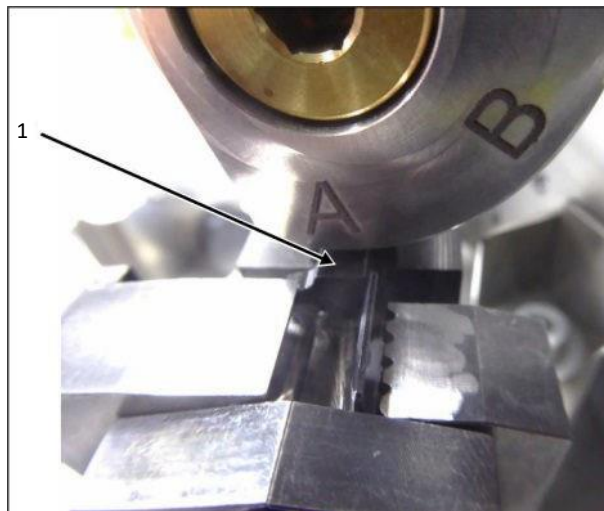

Fig. 18: Tyllebord
- Træk tyllerbordet (fig. 18, pos. 1) fremad.